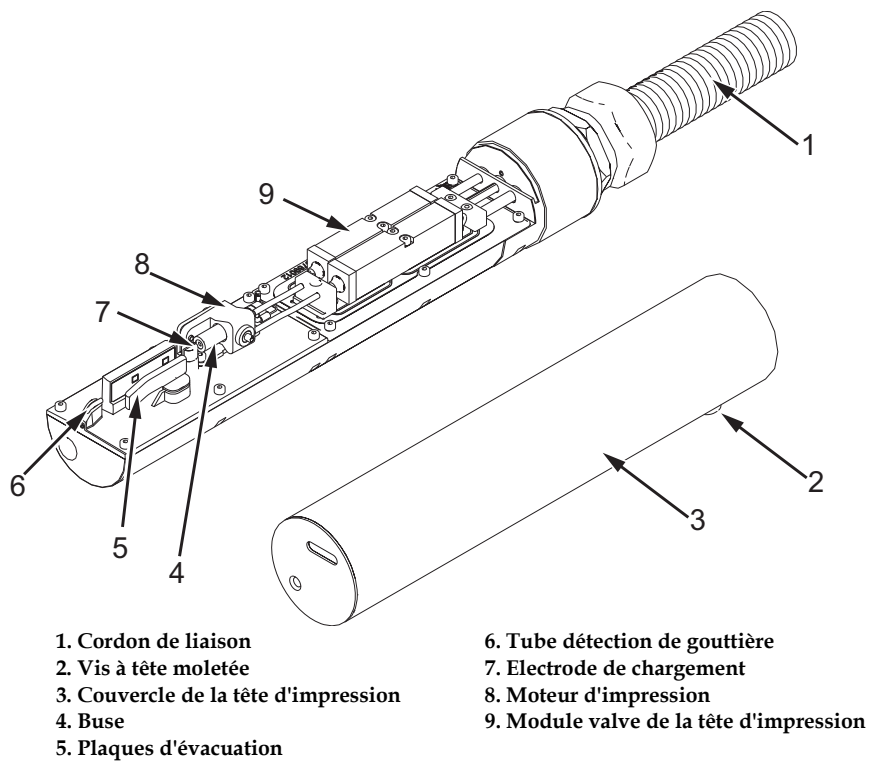

Figure 6-4: Tête d'impression (Videojet 1220)
- 3 Dévissez la vis du couvercle (élément 2, Figure 6-4 à la page 6-8) et enlevez le couvercle de la tête d'impression (élément 3).
- Tube de détection de gouttière (Article 6, Figure 6-4)